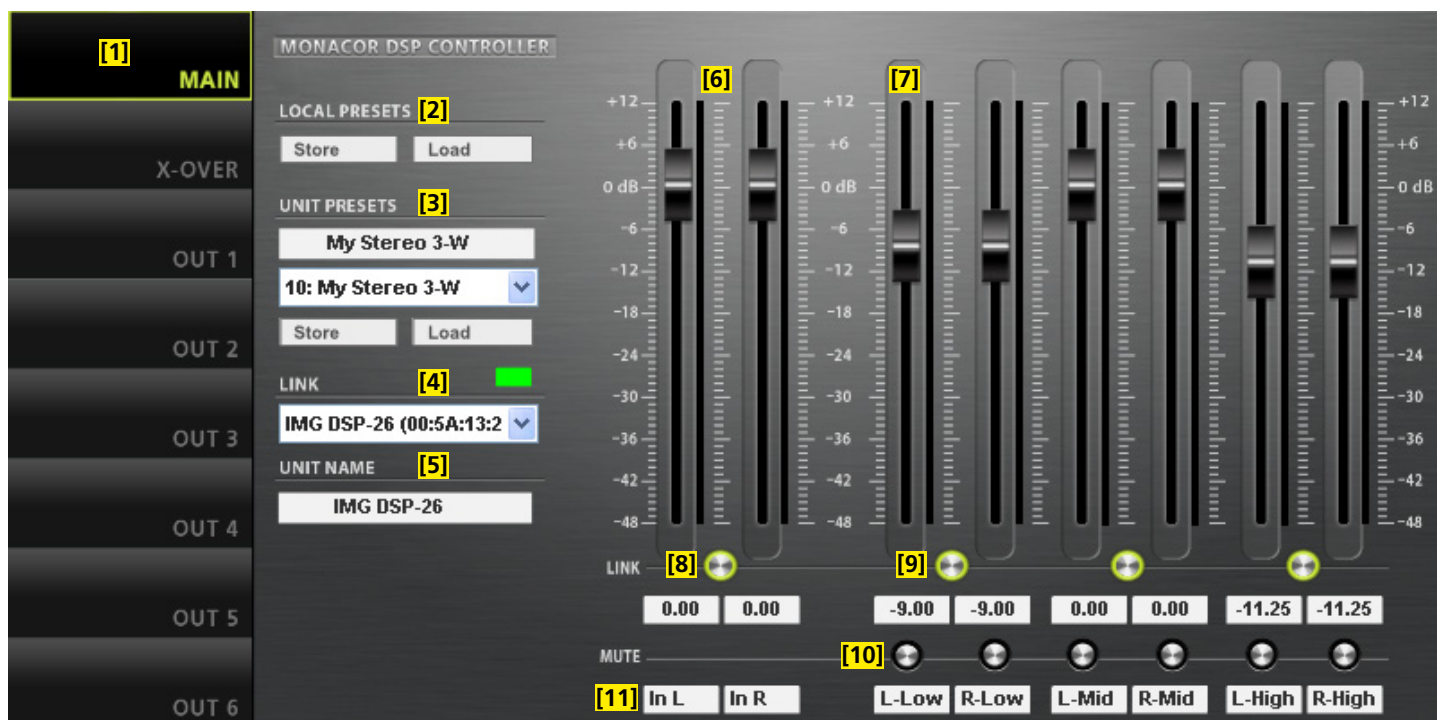

Abb. 10 Konfigurationsfenster in der Ansicht MAIN
8. Schaltfläche (⊕) zum Aufruf des Konfigurationsfensters (Abb. 10) für ein Gerät, das „online“ ist
In der Liste erscheinen jetzt verschiedene virtuelle Geräte mit der zusätzlichen Bezeichnung „DEMO...“. Wie bei realen Geräten kann hier über die Schaltfläche  das Konfigurationsfenster aufgerufen werden ( Abb. 10).
Ein Update der Firmware ist über das Menü des Konfigurationsfensters (Abb. 10) möglich (Hardware ▶Firmware Update), wenn sich das Gerät in der Zugriffsebene „Development“ befindet.
Das Konfigurationsfenster (Abb. 10) mit der Hauptansicht (MAIN) wird für das gewählte Gerät angezeigt. Auf der linken Seite wird als Farbfeld neben LINK [4] der Verbindungsstatus des Geräts angezeigt.
6.3.2 Ansicht MAIN (Abb. 10)